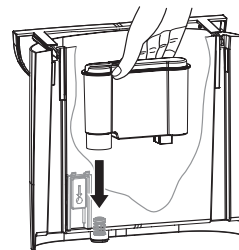

fig. 13: Introducir el filtro de agua
5. Introduzca un nuevo filtro de agua (fig. 13).